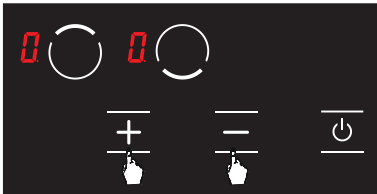

Afbeelding 10
3. Druk daarna een maal op de **+** knop. Het **U** pictogram verschijnt in de relevante kookzone met deze aanraking. (zie Afb. 10) De warmhouden functie wordt ingeschakeld.